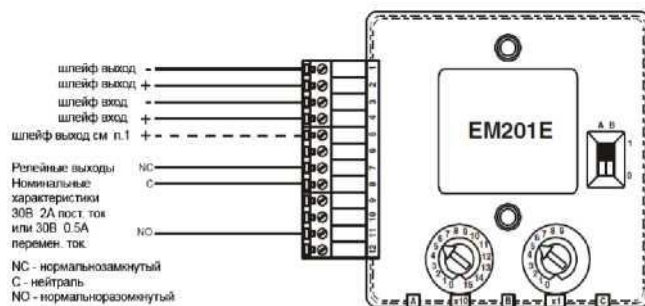
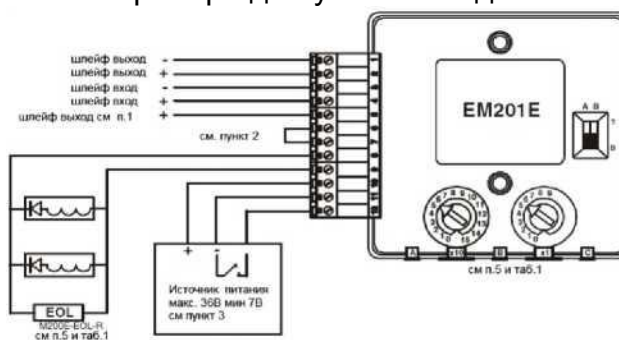

Рис.4 Подключение модуля M201E (Неконтролирующий режим работы)
Рис.3 Подключение модуля M201E (Контролируемый режим работы)
Все модули серии M200 обеспечивают мониторинг и изоляцию короткого замыкания в адресно-аналоговом шлейфе. При необходимости модуль может быть подключен без использования изолятора короткого замыкания, что облегчит работу модуля при высоком потреблении тока в шлейфе, например при использовании звуковых сирен. Для подключения модуля без изолятора КЗ подключите плюсовой провод к 5 контакту вместо 2 (См. схему подключения рис. 3, 4).
Модуль M201E может подключаться с контролем подключения нагрузки или без такого контроля (См рис.3 и рис.4 соответственно).
2. Чтобы включить контроль выходной цепи установите перемычку между клеммами 6 и 7, а нагрузка должна быть однополярной (Рис.3).